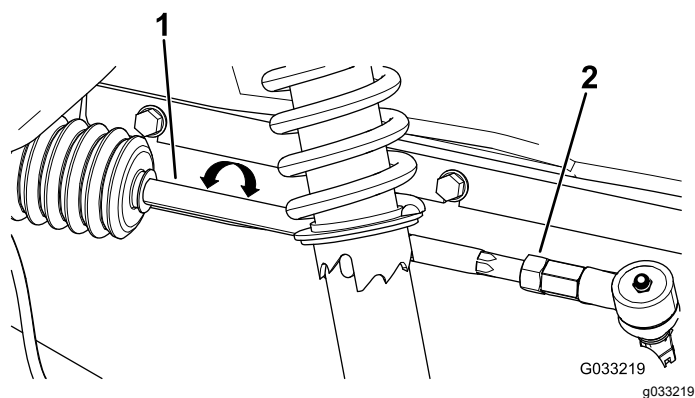

Figura 57
2. Se la misura non rientra nel campo specificato di 0–6 mm, allentate i controdadi all'estremità esterna dei tiranti (Figura 57).